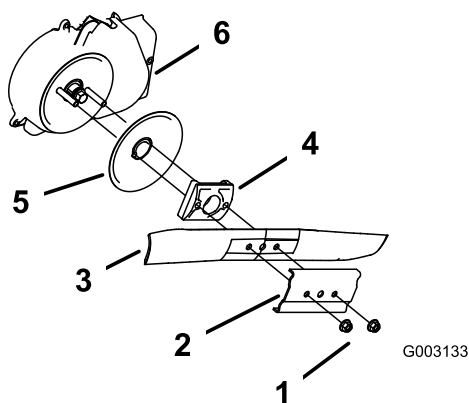

Рисунок 31
3. Отверните 2 гайки крепления ножа и прижим (Рисунок 31).
4. Извлеките нож (Рисунок 31).
5. Снимите привод ножа и диск (Рисунок 31).
6. Снимите кожух тормозной муфты ножа (Рисунок 31).
10. Установите снятые ранее нож и прижим (Рисунок 31).